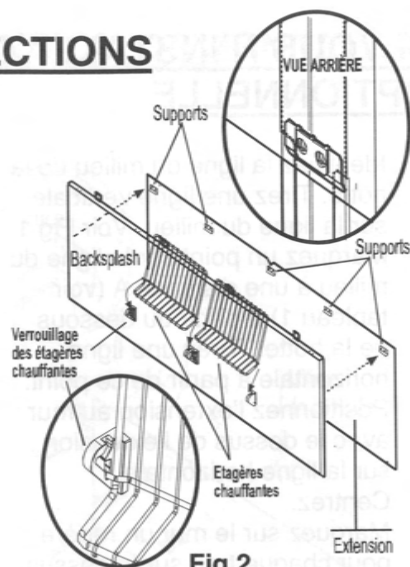

Fig. 2
- 3) Glissez les protections Backsplash sur les supports sur le mur (voir Fig 2)
- 7) Installez les deux étagères chauffantes sur les verrouillages prévus à ce effet (voir Fig 2). Testez la fonction des étagères en élevant, tournant et contrôlant le verrouillage et que les positions haute et basse.